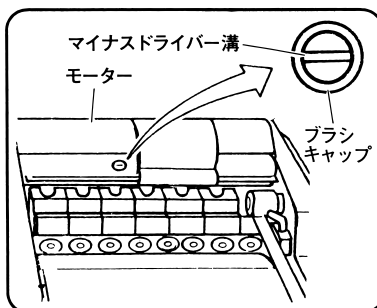

図 52
- (2) カーボンブラシは⊖ドライバーによりブラシキャップをはずしますと、スプリングと一緒に取り出せます。（図 52）
(1) モーター部のブラシキャップ (図 52 参照) をはずして掃除し、内部の通風もよくします。なお、掃除のときモーター内部に傷を付けたり、水を付けたりしないよう十分ご注意ください。ブラシキャップは掃除後必ずもとどおりに取付けてください。
(2) 送材ローラ両端の軸受部、チップブレーカクミの内部につまった切りくずを取り除いてください。
(3) 送材ローラとヘッドの間に、切りくずがたまらないようにときどき掃除してください。